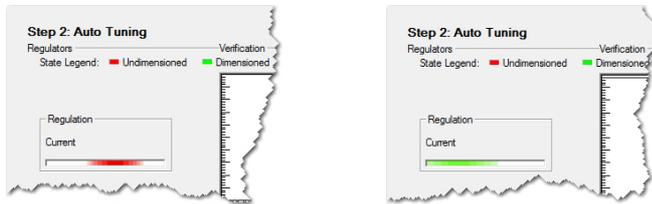

図 3-34 制御ゲイン・チューニング - ステータス・バー
- まず始めに、制御ゲインの調整を行います。その間、モータ出力軸は振動し、モータから異音が発生します。また、ステータス・バーは赤色で動いています。(→ 図 3-34, 左側)
- 次に、見つけられた制御ゲインはモータを動かし確認します。そのときステータス・バーは緑色に変わり動いています。(→ 図 3-34, 右側)